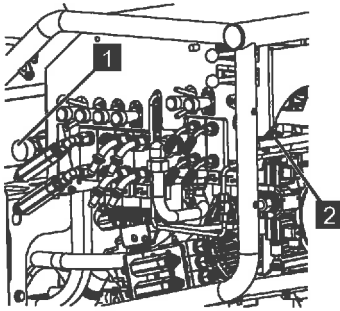

Abb. 199
7. Nach dem Servicebetrieb das Ventil [LS] (Abb.199/2) komplett heraus drehen und das Ventil [Bühne] (Abb.199/1) gegen den Uhrzeigersinn entriegeln und die Abdeckhauben wieder anschrauben.